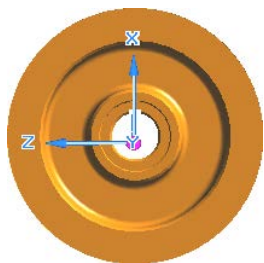
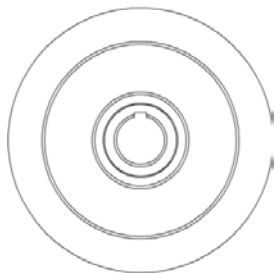

图 10.1.2 定义视图方位
图 10.1.3 创建基本视图
(1) 单击 **图纸视图** 区域的“视图向导”按钮 ，系统弹出“选择模型”对话框。在 **查找范围(1)** 下拉列表中选择目录 D:\sest4.12\work\ch10\ch10.01，然后选择“belt_wheel”模型，单击  **打开(O)** 按钮。
(2) 此时系统弹出“图纸视图创建向导”对话框，单击  **下一步(N) >** 按钮，然后单击  **定制(C)...** 按钮，采用图 10.1.2 所示的方位，单击  **关闭** 按钮。
(3) 在“图纸视图创建向导”对话框 **图纸视图布局** 区域确认  按钮处于按下状态，然后单击  **完成(F)** 按钮。
(4) 在“视图向导”命令条中  **2:1** 的下拉列表中选择 **1:1**，将鼠标放在图形区，会出现视图的预览，选择合适的放置位置单击以生成基本视图，然后将视图的位置进行调整，结果如图 10.1.3 所示。